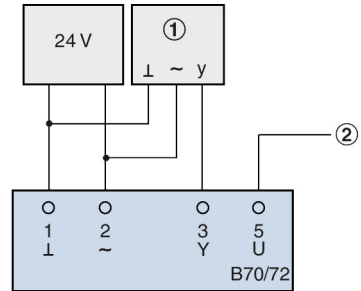

Abb. 19: Stetige Ansteuerung B70/72
**Raumtemperatur-Regelung Abb. 19**